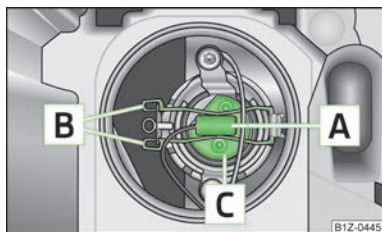

Fig. 163
- Detașați conectorul  » fig. 163.